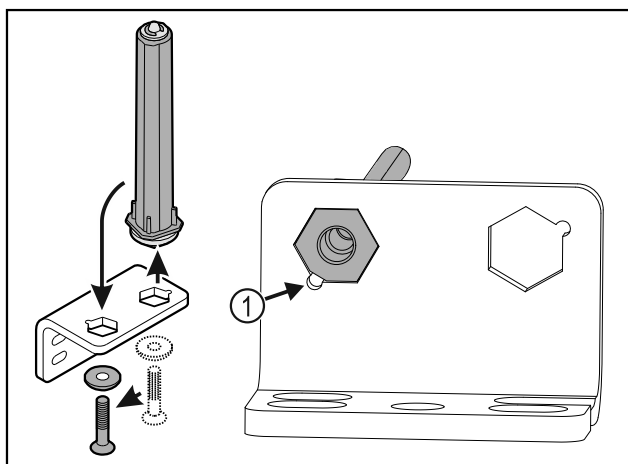

Fig. 40
- 在安装时请注意，让螺栓斜面 Fig. 40 (1) 朝向圆孔。